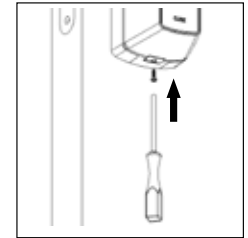

Abb. 8
- ⑥ Verschrauben Sie Rückenschale und Motoreinheit mit Befestigungsschraube (Abb. 8).